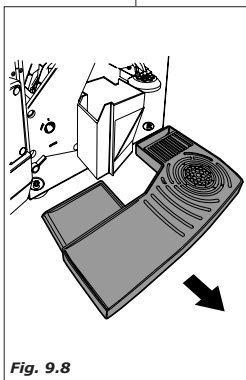

Fig. 9.8
- sustituir el contenedor de los posos de café, (versiones de café en grano) (Fig.9.8)